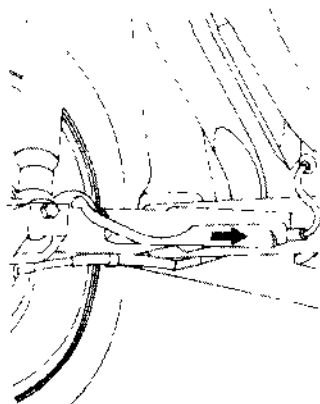

图 7.50 传感器线束保护罩拆卸方向
③ 沿图 7.50 箭头所示方向拆下后梁上的传感器线束保护罩, 拉出线束和线束连接器。
(2) 安装后轮速度传感器。